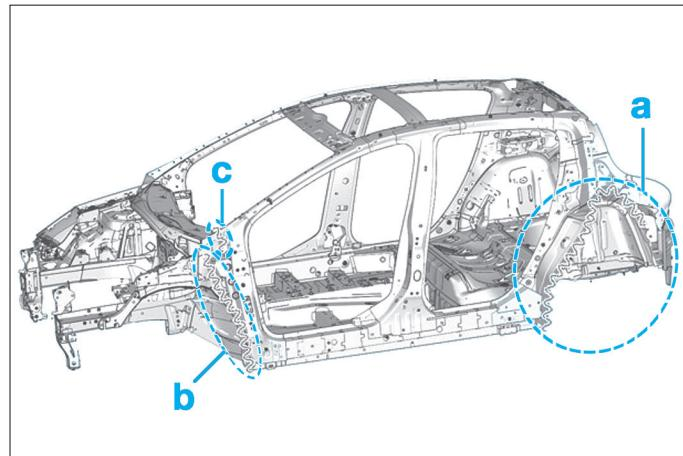
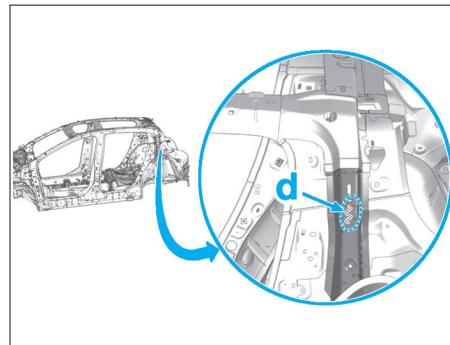

FIG. 56
FIG. 57
• Appliquer de la colle de calage indice B3 sur les zones (a), (b), (c) et (d) (Fig.56) et (Fig.57).